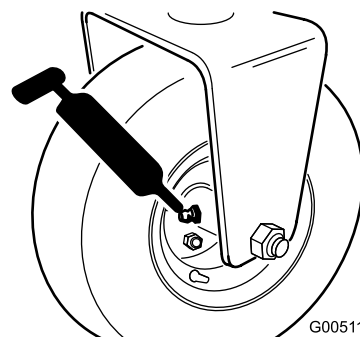

Figura 35
- Conjunto do hub do cilindro traseiro ou, se instalado com um kit de tração às 3 rodas, engates da roda traseira e biela esférica externa (1) (Figura 35)